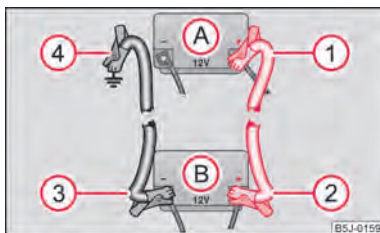

Fig. 142 Executarea pornirii cu ajutorul bateriei altui autovehicul: A - bateria descărcată, B -bateria furnizoare de curent
- Prindeți un capăt la polul plus ① ⇒ fig. 142 al bateriei descărcate (A).
- Prindeți celălalt capăt la polul plus ② al bateriei care furnizează curent (B).